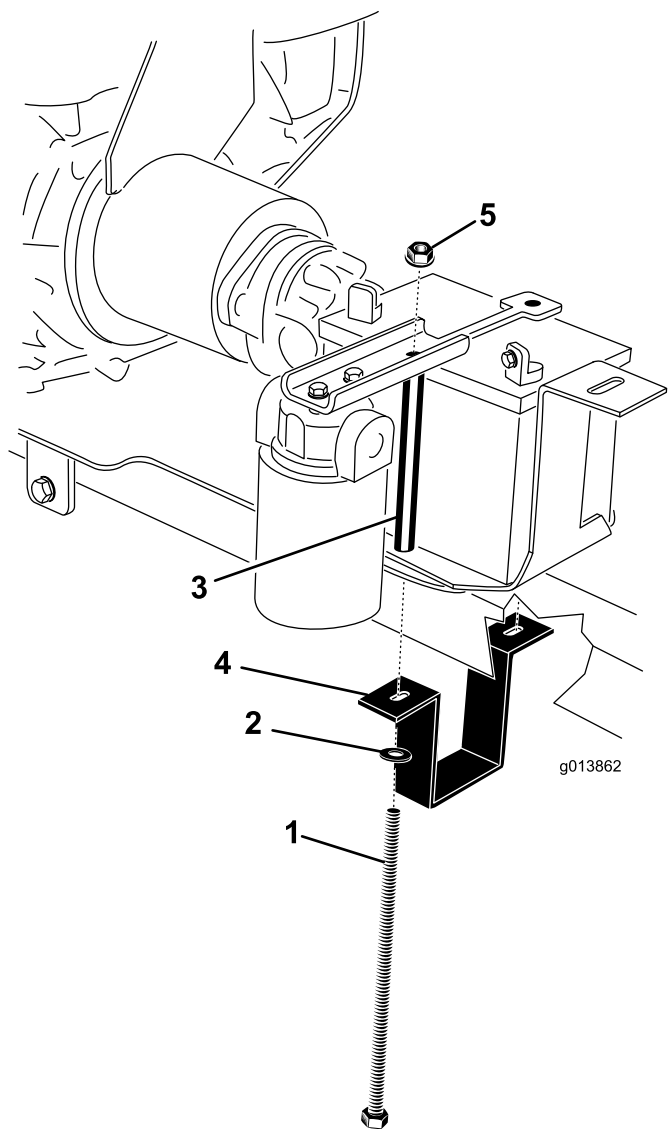

Figure 8
22. Ajustez le support du moteur de sorte qu'il soit bien serré contre le tube d'attelage. Serrez complètement les deux boulons qui fixent les supports du moteur à la plaque de montage (Figure 8).
24. Placez la batterie sur son support, en positionnant les bornes comme illustré à la Figure 8.
25. Placez la barrette de maintien sur la batterie (Figure 8).
26. Maintenez la barrette de fixation de la batterie autour du tube d'attelage (Figure 8).
27. Du côté droit, insérez un boulon dans la rondelle, le support de montage de la batterie, la plaque de montage du moteur, le support de la batterie et la barrette de maintien. Placez et serrez légèrement un écrou à embase (Figure 8).
28. Du côté gauche, insérez un boulon dans la rondelle, le support de montage de la batterie, la plaque de montage du moteur, le support de la batterie, le tube de boulon et la barrette de maintien de la batterie. Placez et serrez légèrement un écrou à embase (Figure 8).